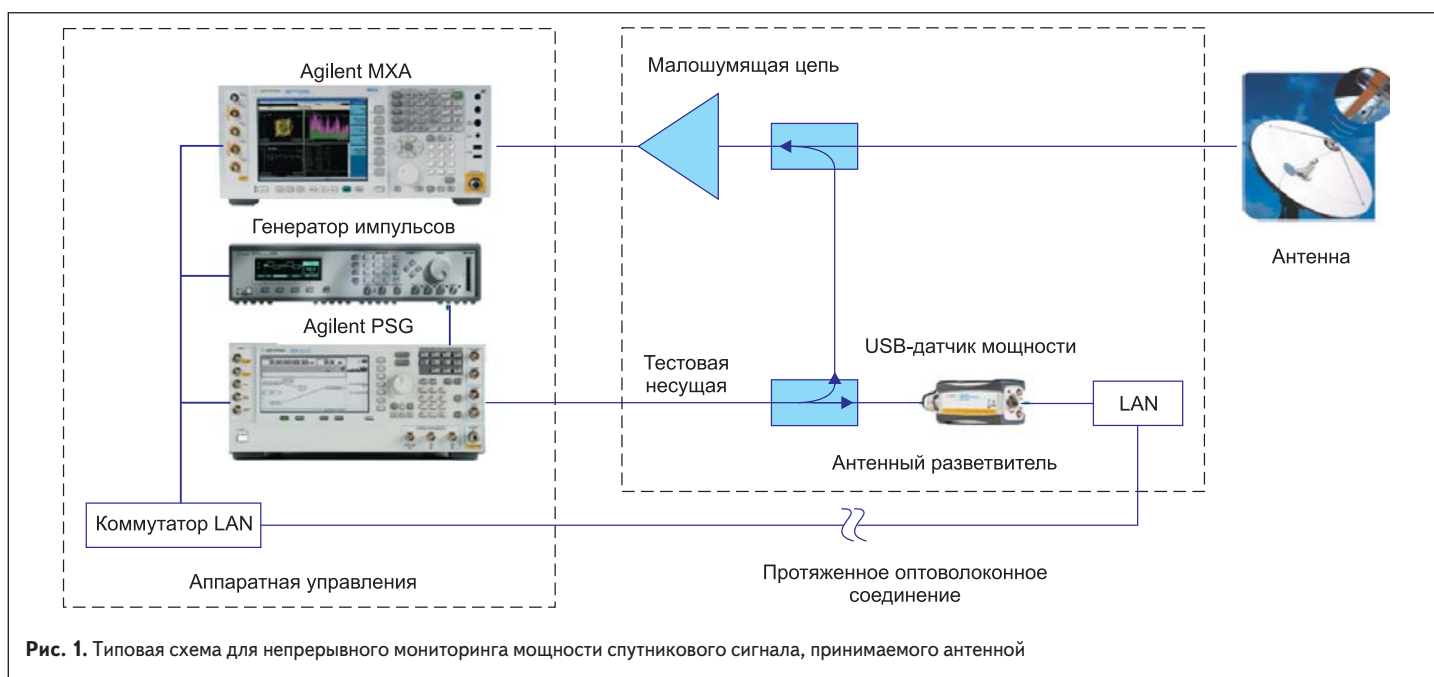

Рис. 1. Типовая схема для непрерывного мониторинга мощности спутникового сигнала, принимаемого антенной
- Непрерывный мониторинг мощности спутниковых сигналов, принимаемых антенной (рис. 1).